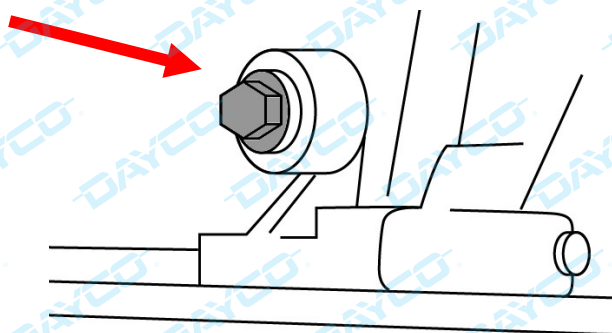

Fig. 2
- Rimontare il tappo, serrandolo con la coppia di 20 Nm. (Fig. 2).